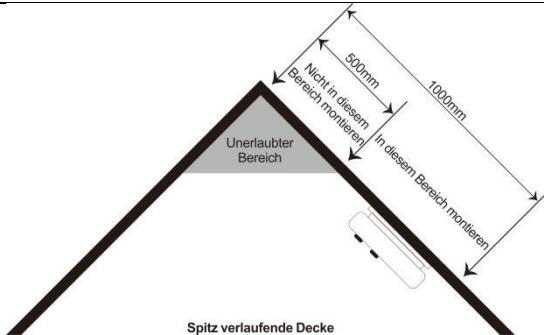

Bild 3
- An einer schr ägen Decke oder einer schr ägen Wand muss der Melder in einem Abstand von mindestens 50 cm vom h öchsten Punkt des Raumes installiert werden (siehe Bild 3).